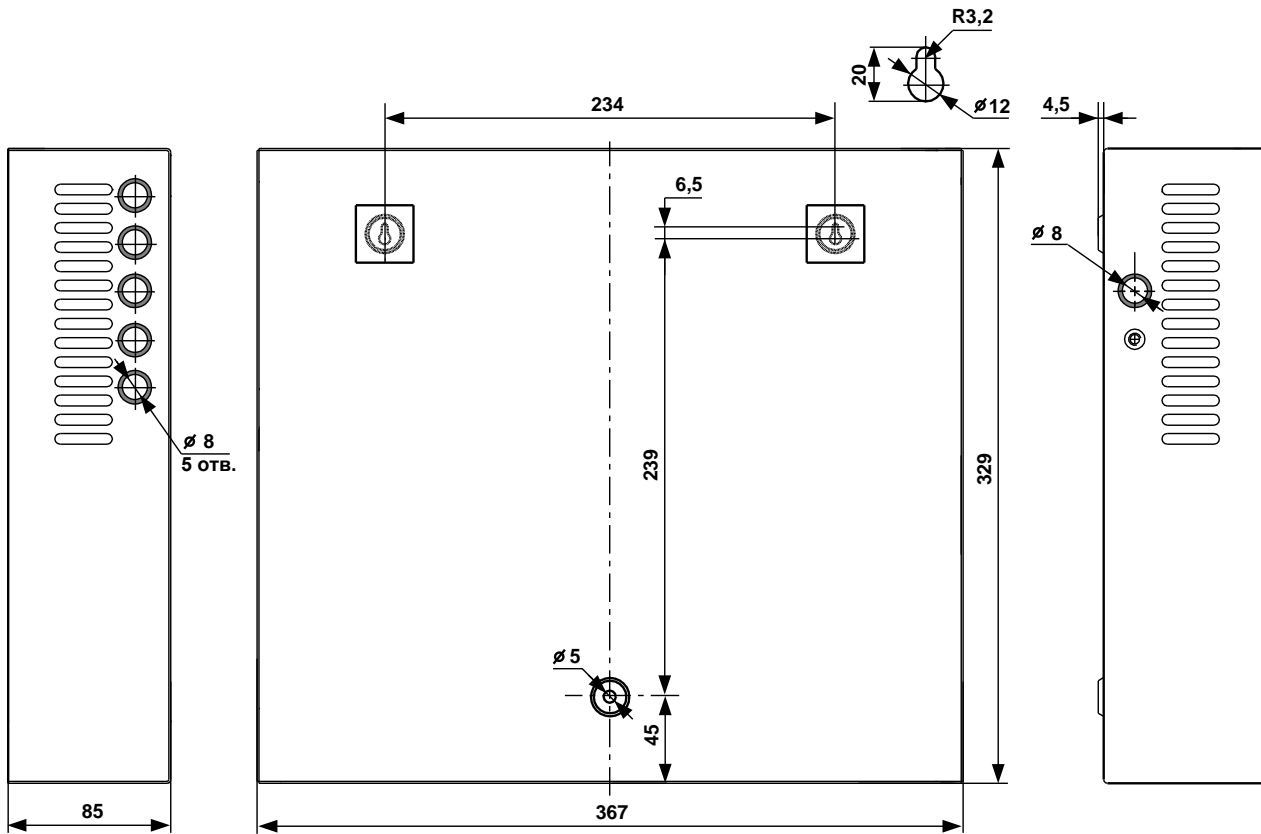

Рис. 6 Присоединительные размеры ИБП 1224
7.4.1 На месте установки ИБП крепится к стене или другим конструкциям в вертикальном положении. При установке необходимо следить за тем, чтобы не были закрыты вентиляционные отверстия другими устройствами или блоками. Присоединительные размеры ИБП приведены на Рис. 6.